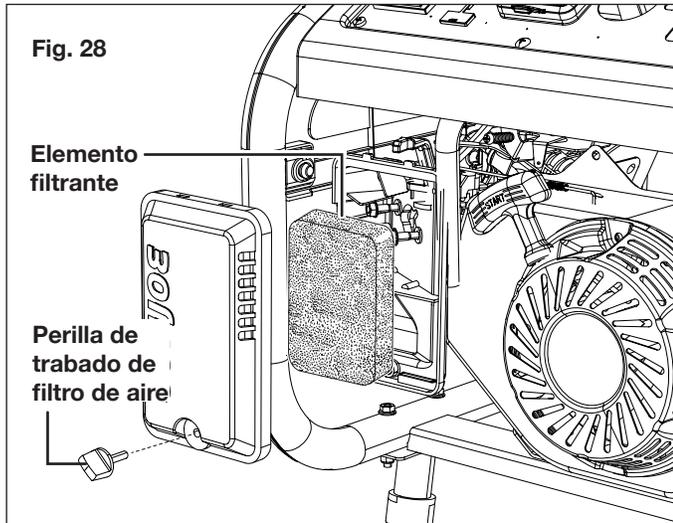

Fig. 28
1. Gire la perilla de traba de filtro de aire en sentido antihorario para soltarla. Retire la cubierta y el elemento filtrante dentro (Fig. 28).